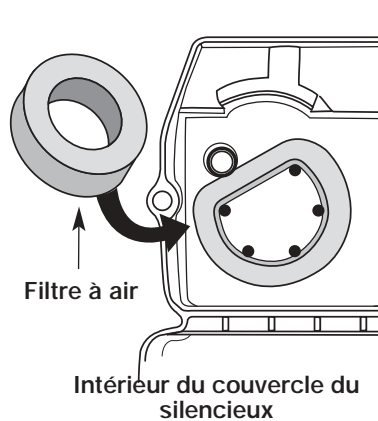

Figure 22
2. Retournez le couvercle et inspectez l'intérieur pour repérer le filtre à air. Retirez le filtre à air de l'intérieur du couvercle du filtre à air/silencieux (Fig. 22).
6. Remplacez le filtre à air à l'intérieur du couvercle du filtre à air/silencieux (Fig. 22).